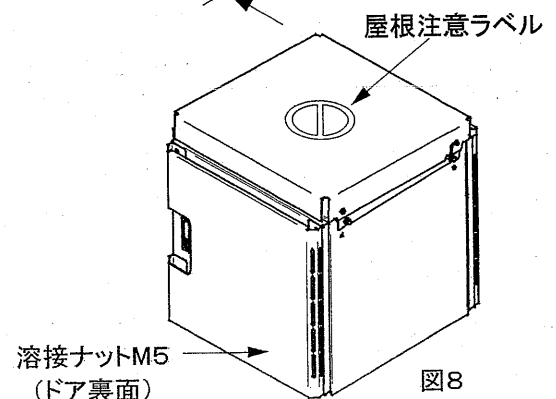

図8
- ・取付けの際必要に応じて(他の作業者が遮光板屋根を作業足場に使用される可能性がある場合)「屋根注意ラベル」(付属品)を遮光板屋根に貼付けて、作業足場に使用しないように注意を促してください。(図8)